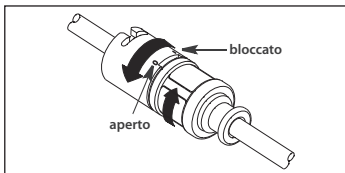

Figura 6
b. Se si utilizza un sistema di protezione anti-contaminazione per catetere con l'adattatore TwistLock, ruotare la metà superiore dell'hub distale in senso orario per bloccare in situ il catetere. Riposizionare l'estremità prossimale del sistema di protezione per catetere nel punto prescelto. Ruotare la metà superiore e inferiore in direzioni opposte per il bloccaggio in situ. Verificare l'adattatore tirando lievemente il catetere per verificare la tenuta sul catetere (vedere Figura 6).